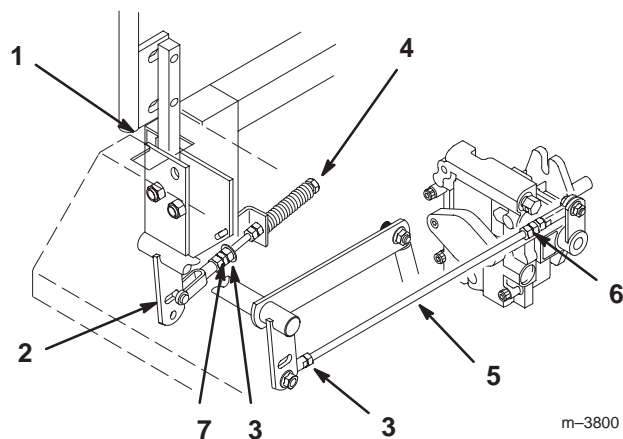

Figure 43
2. Commencez par le levier de commande gauche ou droit. Placez le levier au point mort (sans le verrouiller), puis tirez-le en arrière jusqu'à ce que l'axe de chape (situé sur le bras au-dessous de l'axe de pivot) touche l'extrémité de la fente (c.-à-d. commence juste à appuyer sur le ressort) (Fig. 43).
3. Vérifiez la position du levier par rapport au cran de la console ; il doit être centré de façon à pouvoir pivoter vers l'extérieur jusqu'à la position de verrouillage du point mort (Fig. 43).
4. Desserrez le contre-écrou sur la rotule de la tige de commande de la pompe (Fig. 43).
6. Réglez la longueur de la tige de pompe en tournant les doubles écrous dans le sens voulu, jusqu'à ce que la roue soit immobilisée ou tourne légèrement en marche arrière (Fig. 43).